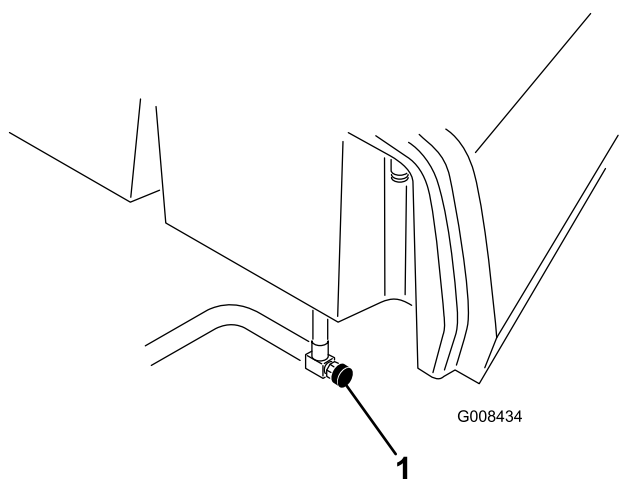

Figura 40
1. Feche a válvula de bloqueio do combustível (Figura 40) por baixo do depósito de combustível.